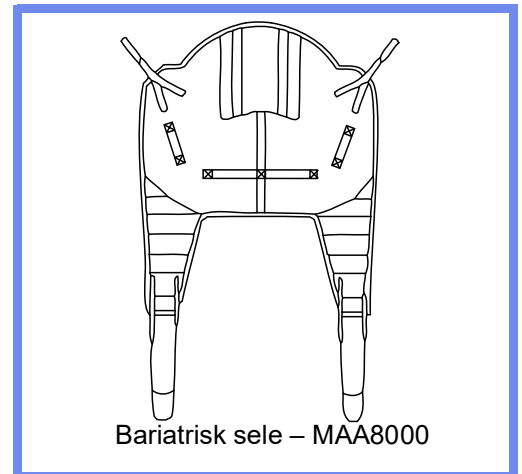

Fig. 21
**WARNING: Selen som visas i Fig. 21 är endast avsedd för användning tillsammans med 4-punktslyftbygeln.**